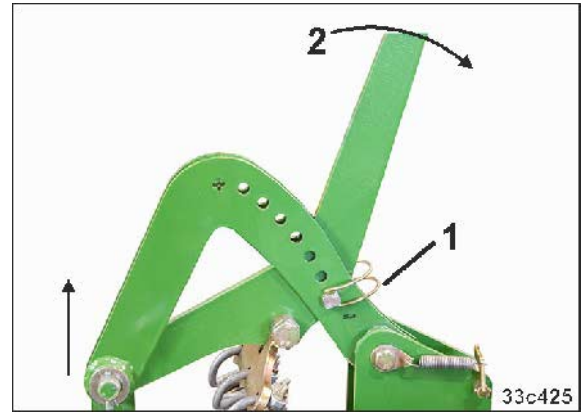

図 183
2. リンチピンを取り除きます (図 183/1)
3. 調節レバー (図 183/2) は歯止め (図 184/1) がカチッとハマるまで前方に移動させます